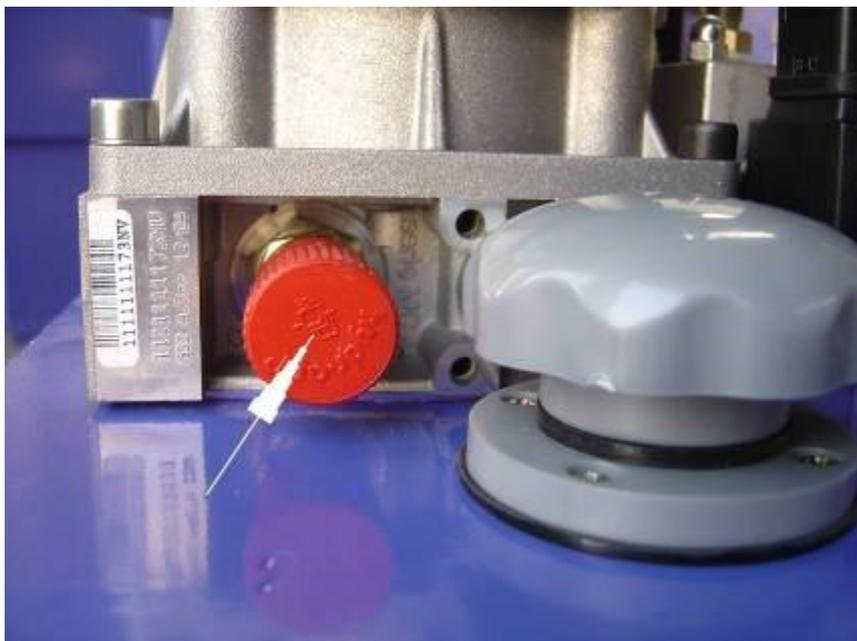

Рис.8
- При перегрузке перепускной клапан открывается, и масло возвращается обратно в масляный бак. Рис. 8